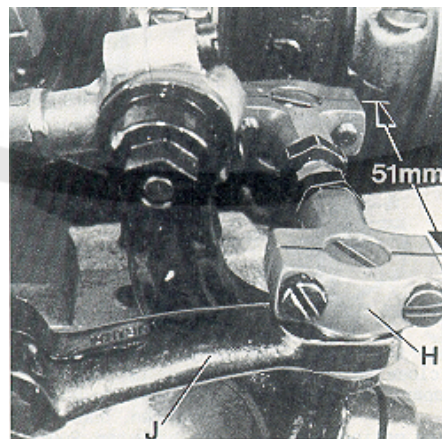
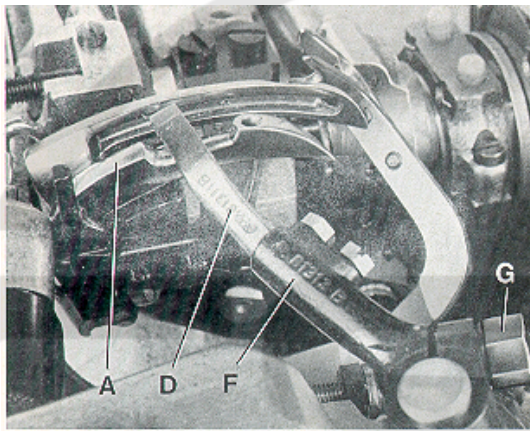
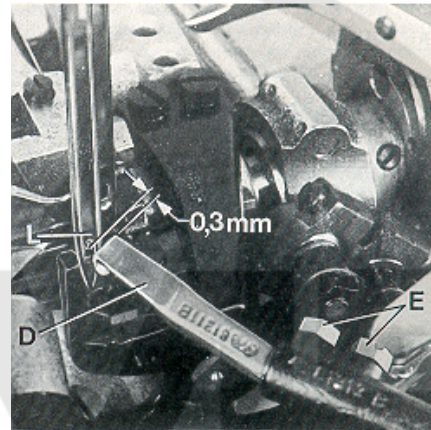

Fig.13
Fig.14
Fig.15
The distance (set at the factory) from center to center of the two ball joints driving the cross looper should be 51 mm (2") (see Fig. 13).
Basically the front ball joint (H, Fig. 13) should be positioned as far as it will go to the left in the fastening slot of the cross looper drive lever (J).
When rotating the handwheel in operating direction cross looper (D, Fig. 14) should swing as close as possible in the recess behind the eye over the double locked stitch looper (A) without contacting it.
At the left end of its swing motion cross looper (D, Fig. 15) must be positioned so that the left needle (L) securely stitches into the thread loop hanging around the hook of cross looper (D). In front of the left needle the cross looper should pass in a distance of 0.3 mm (.012") (see Fig. 15).
Der Abstand (im Werk eingestellt) von Mitte zu Mitte zwischen den beiden Kugelgelenken zum Antrieb des Quergreifers muß 51 mm betragen (siehe Fig. 13).
Standardmäßig soll das vordere Kugelgelenk (H, Fig. 13) so weit wie möglich nach links im Befestigungsloch des Quergreifer-Antriebshebels (J) gestellt werden.
Beim Drehen des Handrades in Nährichtung soll der Quergreifer (D, Fig. 14) so dicht wie möglich in der Aussparung hinter dem Ohr über den Doppelkettenstichgreifer (A) schwenken, ohne diesen zu berühren.
Am linken Ende seiner Schwenkbewegung muß der Quergreifer (D, Fig. 15) so stehen, daß die linke Nadel (L) sicher in die um den Haken des Quergreifers (D) hängende Fadenschleife einsteicht. Vor der linken Nadel soll der Quergreifer in einem Abstand von 0,3 mm vorbeischnellen (siehe Fig. 15). Prüfen Sie dies wie folgt:
After loosening the two screws (E, Fig. 15) the 0.3 mm (.012") distance to the left needle is adjustable. Retighten screws on the flat of the cross looper shank. After loosening clamp screw (G, Fig. 14) cross looper lever (F) can be raised or lowered for setting the height of cross looper (D) with respect to the double locked stitch looper (A) and it can be tilted to the right or left for adjusting the swing motion of the cross looper with respect to the left needle. Retighten clamp screw. If required the length of the path of the cross looper swing motion can be reduced by positioning ball joint (H, Fig. 13) to the right in the fastening slot of the cross looper drive lever (J).
Nach Lösen der beiden Schrauben (E, Fig. 15) kann der 0,3 mm Abstand zur linken Nadel eingestellt werden. Ziehen Sie die Schrauben wieder auf der Befestigungsfläche des Quergreifers fest. Nach Lösen der Klemmschraube (G, Fig. 14) kann der Quergreiferhebel (F) nach oben oder unten verschoben werden, um die Höhe des Quergreifers (D) zum Doppelkettenstichgreifer (A) einzustellen und nach rechts oder links geschwenkt werden, um die Schwenkbewegung des Quergreifers in Bezug zur linken Nadel einzustellen. Ziehen Sie die Klemmschraube wieder fest. Bei Bedarf kann der Schwenkweg des Quergreifers durch Versetzen des Kugelgelenks (H, Fig. 13) im Befestigungslangloch des Quergreifer-Antriebshebels (J) nach rechts verkleinert werden.